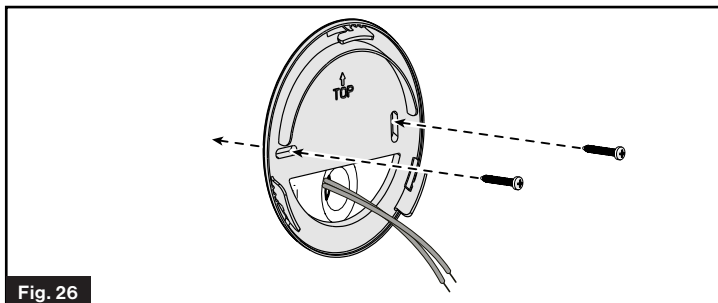

Fig. 26
1. Installez le couvercle arrière de la commande murale par-dessus du trou de  $\frac{3}{4}$  po. Assurez-vous que la flèche est orientée vers le haut. Fixez le couvercle arrière au mur à l'aide de deux vis à tête cylindrique #8 (min 1 po) (non fournies). (Fig. 26)